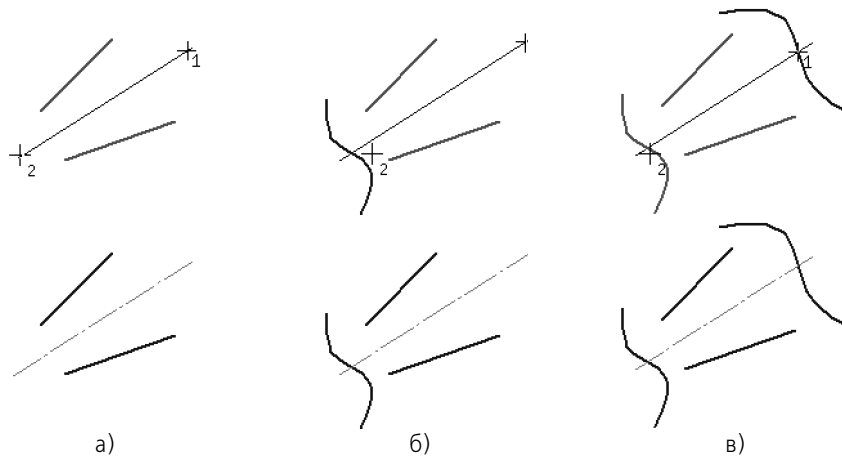

Рис. 43.50. Примеры построения автоосевой
2. Укажите начальную и конечную точки автоосевой (рис. 43.50, а).
Для задания границ автоосевой можно указывать кривые или вспомогательные прямые на чертеже. Границами осевой будут точки пересечения этих линий с прямой, содержащей биссектрису угла (рис. 43.50, б, в).